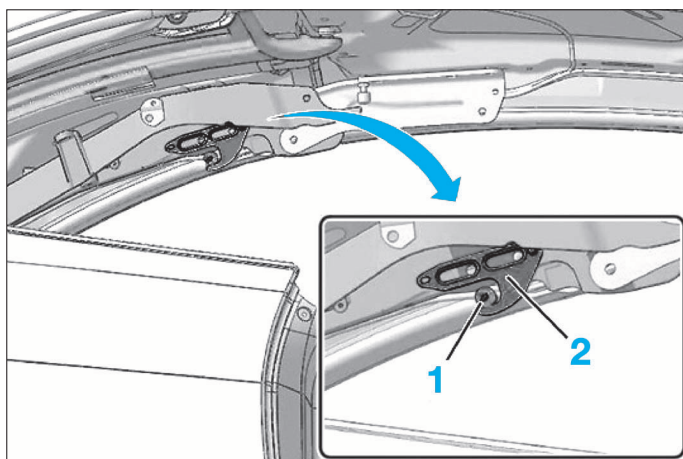

FIG. 95
- la vis de fixation de l'excentrique (1) (Fig.95)
- l'excentrique (1).
- Enduire de LOCTITE 243, la vis de fixation de l'excentrique (1).
- Régler l'excentrique (1) de façon à avoir un jeu 0 par rapport au crochet de verrou (2) en partie inférieure.
- Serrer la vis de fixation de l'excentrique (1).
- Vérifier que le crochet de verrouillage (1) ne présente pas de jeu en latéral.